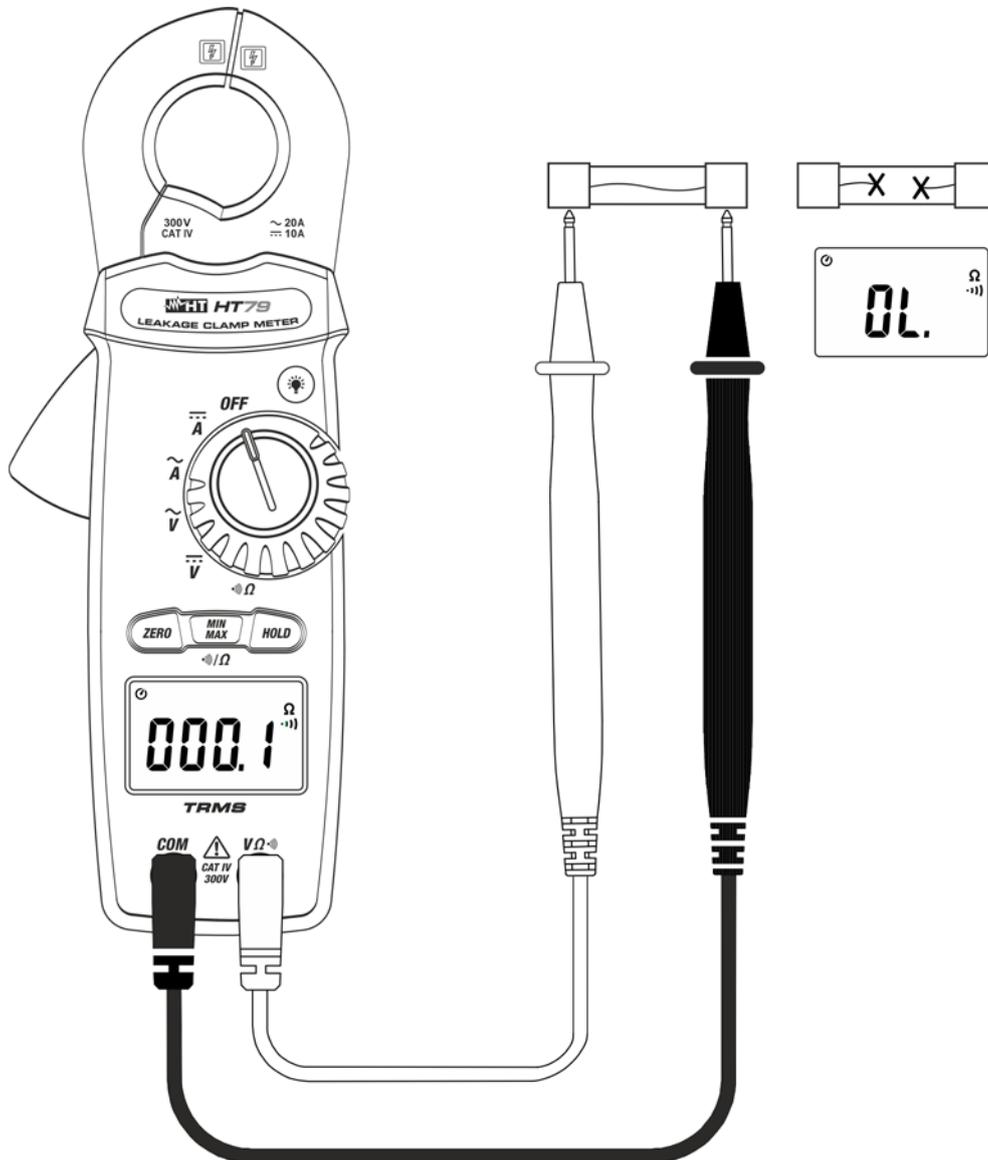

Fig. 7: Uso del instrumento para la prueba de continuidad
3. Inserte el cable rojo en el terminal de entrada **V $\Omega$**  y el cable negro en el terminal de entrada **COM** y realice la prueba de continuidad sobre el objeto en prueba (vea la Fig. 7). El zumbador emite una señal acústica cuando el valor de la resistencia medida es inferior a aproximadamente 100 $\Omega$